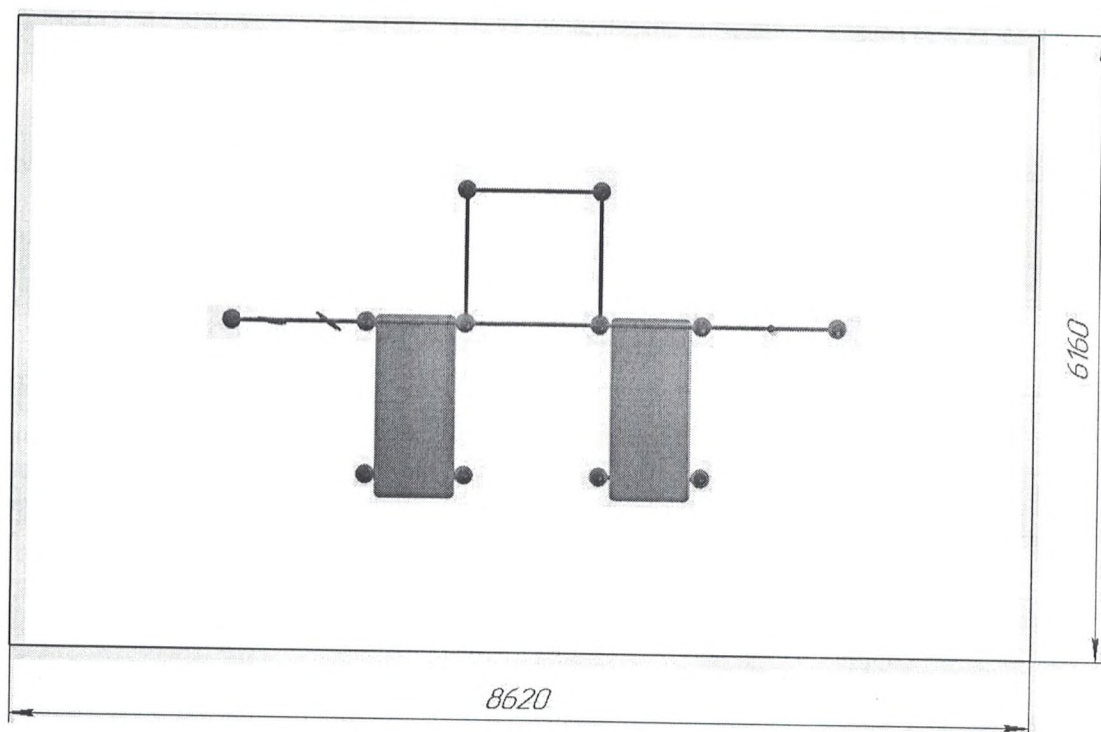

Рис.3 Зона приземления
12.3 Под изделием игровой площадки с высотой свободного падения более 600 мм должно быть ударопоглощающее покрытие по всей области приземления. При высоте свободного падения менее 600 мм в отдельных местах устраивают ударопоглощающее покрытие. Зона приземления показана на рис. 3